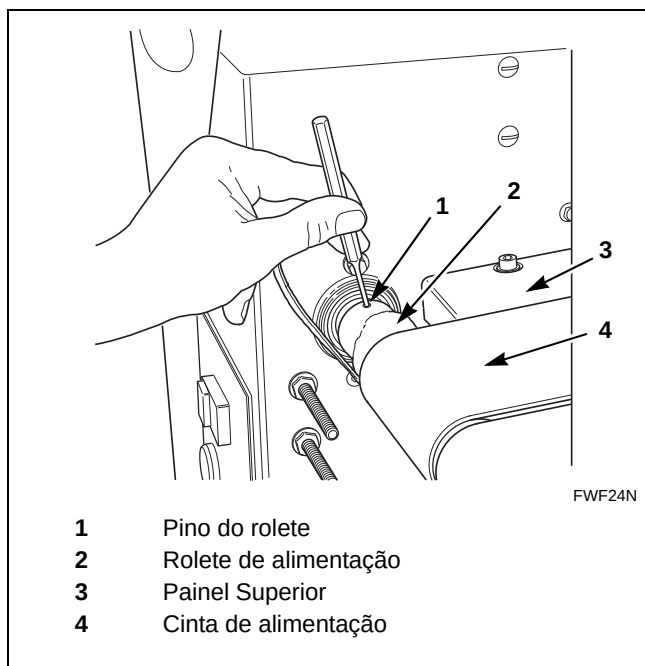

Figura 29
4. Utilizando um punção de bico, retire por completo o pino do rolete de alimentação. Consulte a *Figura 29*.